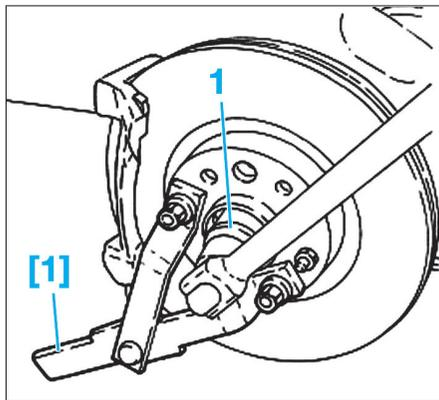

Fig. 1
- [1]. Barre anticouple (réf. 1870815000) (**Fig.1**).
- Bloquer le moyeu de roue avec l'outil [1] (**Fig.1**).
- l'écrou de transmission (1),